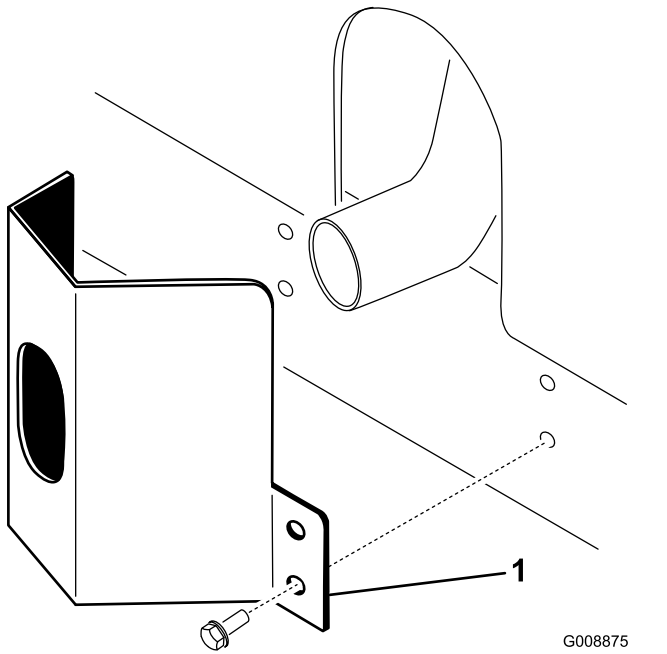

Bild 9
1. Positionieren Sie das Auspuffschutzblech um den Schalldämpfer, während Sie gleichzeitig die Befestigungslöcher auf die im Rahmen abstimmen (**Bild 9**).
2. Befestigen Sie das Auspuffschutzblech mit vier Blechschrauben am Rahmen (Bild 9).